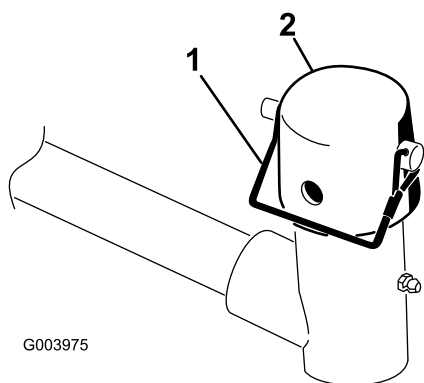

Figura 10
7. Retire el pasador de seguridad y el pasador de horquilla del conjunto de pasador y amarre de la horquilla de pivote del brazo de elevación. A continuación, retire el tapón (Figura 10).
11. Sujete el tapón y el eje del bastidor de tiro a la horquilla del brazo de elevación con el pasador de alambre (Figura 10).